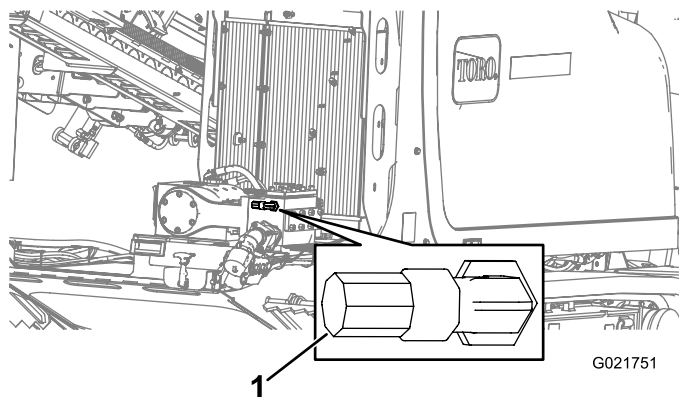

Figura 119
5. Conecte a mangueira à sua conexão (Figura 119).